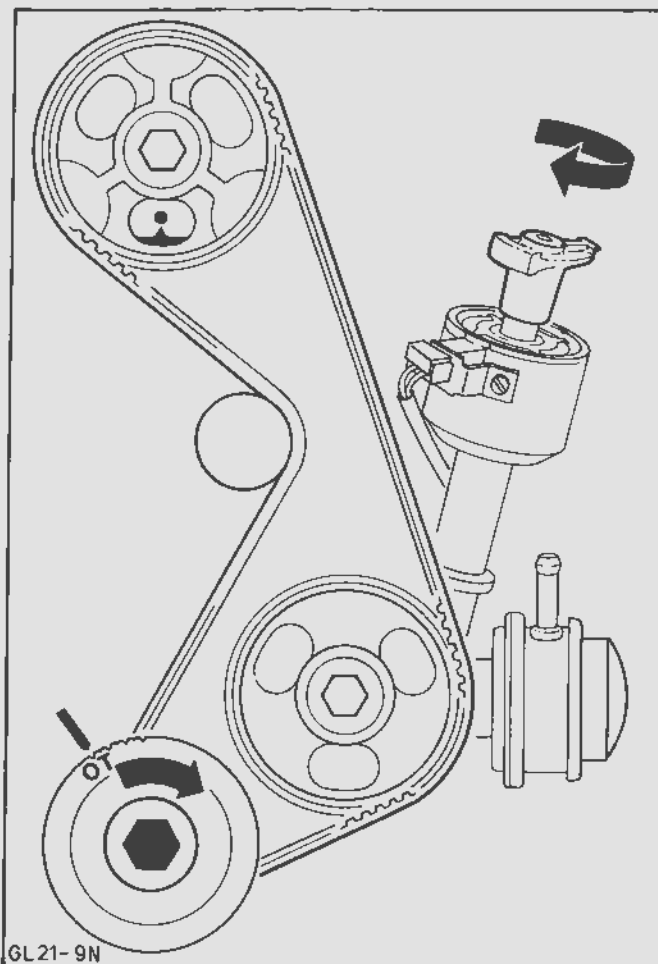

Fig.148. Motoren i stilling for 1. cylinder i øverste dødpoint i tændingsslaget
7. For at undgå beskadigelse af ventiler og stempler skal krumtapakslen drejes, indtil krumtapremskiven og knastakslens tandremshjul står med sin markering ud for øverste dødpoint mærke, Fig.148.